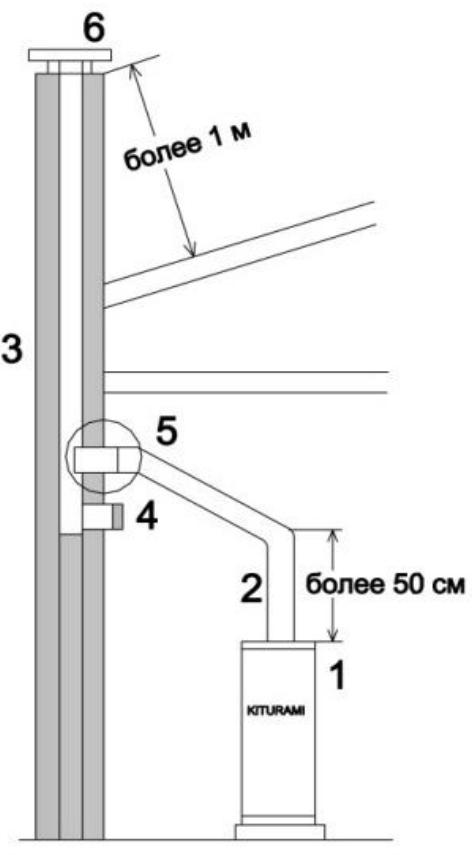

Рис. 19.1
2. Дымоход здания. (Рис. 19.1.)
- 2.1. Дымоход здания должен обеспечивать отвод продуктов сгорания в полном объеме. Дымоход здания показан на рис. 19.1.: